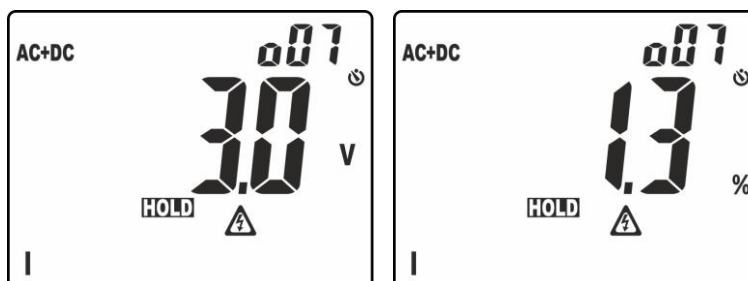

Fig. 4: Visualización ordenamiento amplitudes análisis armónico
- Pulsación prolongada de la tecla (al menos 2s) para activar la función **H2O (Higher Harmonic Ordering)** de ordenamiento de la amplitud de los armónicos. En tales condiciones, la función "HOLD" se activa automáticamente, el símbolo "o" aparece delante del orden del armónico visualizado indicando la habilitación de la función de Ordenamiento. La barra gráfica se deshabilita y el instrumento muestra el valor de las amplitudes de todos los armónicos comprendidos entre el valor CC y el 25° excluida la fundamental, en orden **decreciente** a partir del armónico de amplitud mayor como se muestra en la Fig. 4
En el ejemplo de Fig. 4 el armónico de amplitud mayor corresponde al orden 7. Pulse la tecla $\blacktriangle$ para observar las amplitudes de los armónicos restantes y pulse nuevamente la tecla **H/H%/H** para alternar entre la visualización en valores absolutos o porcentuales. Gire el selector para salir de la función